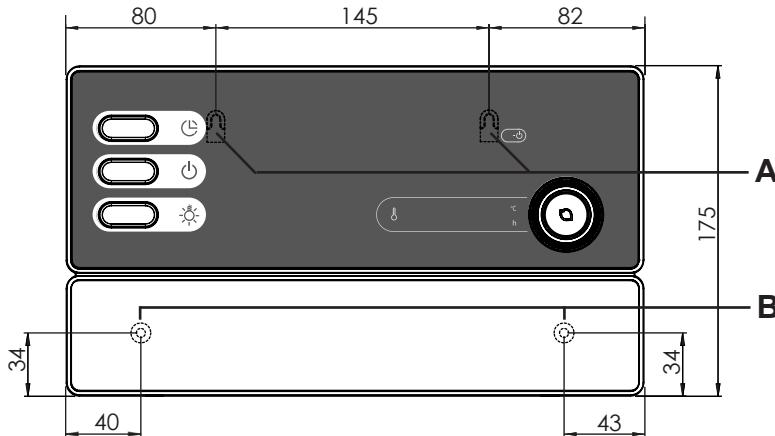

Bild1 Position på upphängningsanordningen och monteringshålen
1. Skruva in två stjärnskruvar (16 mm) på ca 1,70 m höjd i bastuväggen tills 7 mm sticker ut. De båda skruvarna måste ha ett avstånd på 145 mm (se Abb.1).
3. Häng upp styrenheten i upphängningsanordningen **A** på de inskruvade skruvorna (se Abb.1).
4. Skruva in två stjärnskruvar (16 mm) i de nedre hålen **B** (se Abb.1).